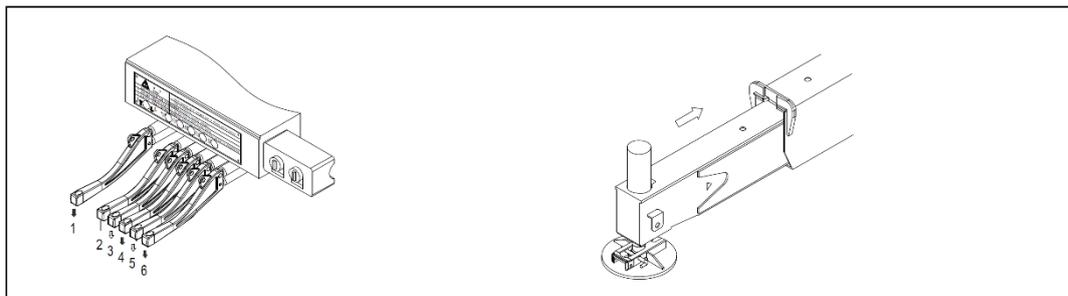

Figura 4-64 Retrair cilindro horizontal
- 3) Mova a alavanca 1 para cima, para retrain as vigas deslizantes completamente. Consulte a figura 4-64.